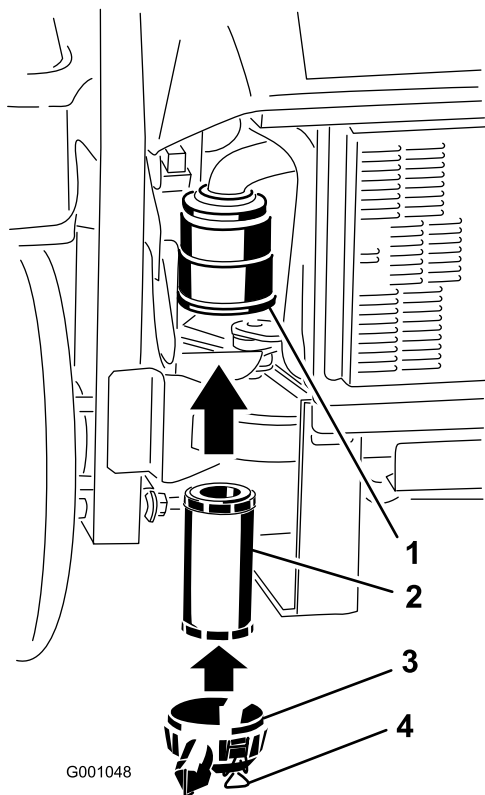

Figure 44
2. Introduisez l'élément dans le boîtier du filtre avec précaution (Figure 44).
3. Remettez en place et verrouillez le couvercle du filtre à air (Figure 44).